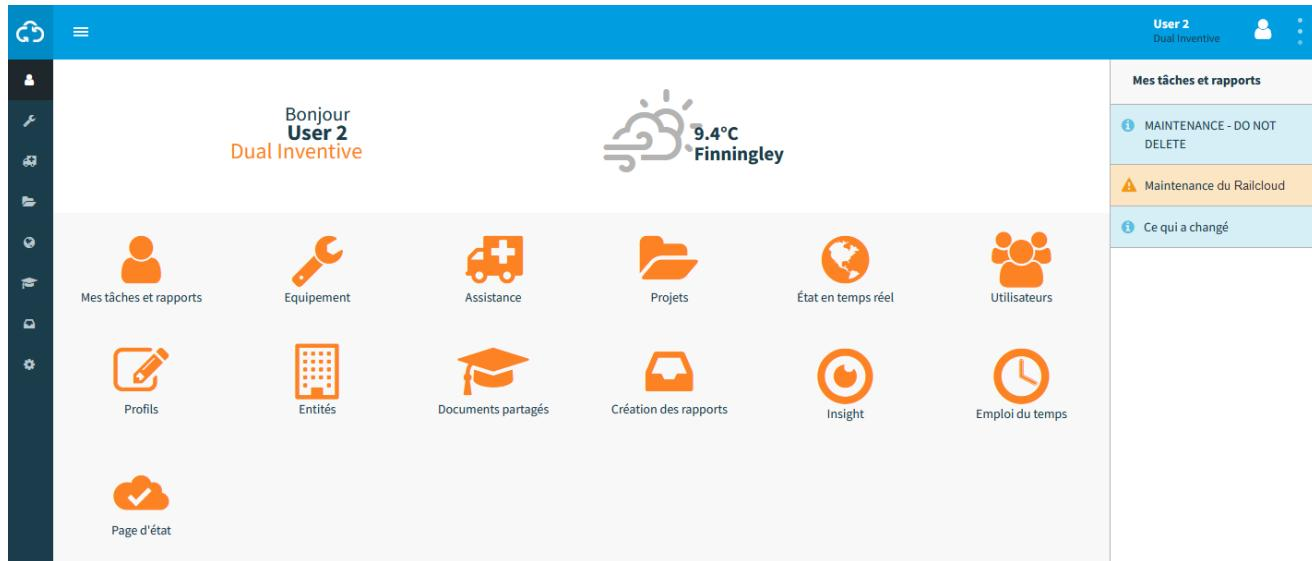

Figure 10 Tableau de bord
-  1. Allez au tableau de bord (Figure 10) et cliquez sur Entités.